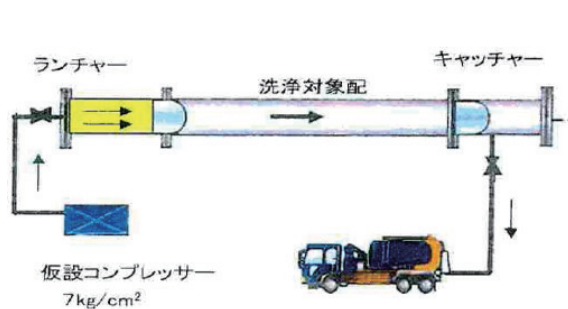

図3 ピグ圧送による残油回収および仕上げ洗浄略図
④ 燃料移送配管等の洗浄(燃料受入用棧橋～発電所)
- 3) ピグ玉にて残油を圧送します。(図3)